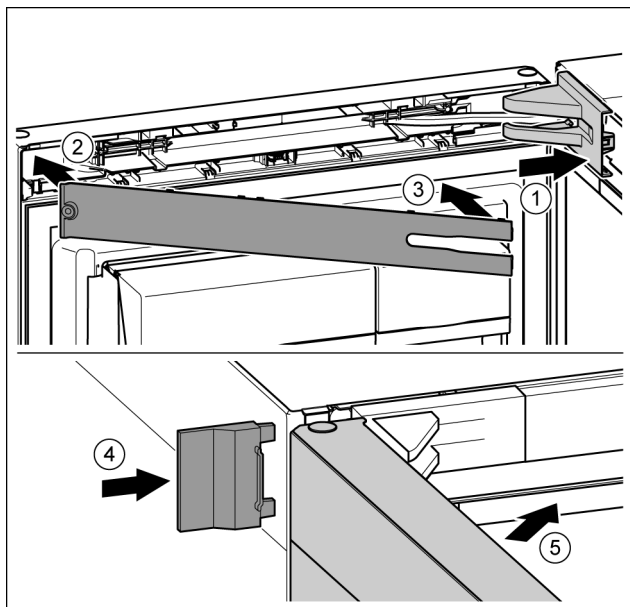

Fig. 23
- Lagerbockabdeckung aufsetzen und einrasten, ggf. vorsichtig auseinanderdrücken. Fig. 23 (1)
- Blende aufsetzen. Fig. 23 (2)
- Blende einschwenken und einrasten. Fig. 23 (3)
- Äußere Abdeckung aufschieben. Fig. 23 (4)
- Obere Tür schließen. Fig. 23 (5)